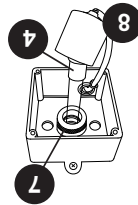
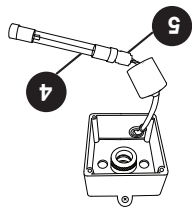
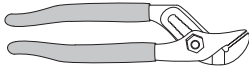
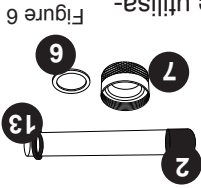

Figure 3
Figure 4
Figure 5
Figure 6
17. Faire glisser la nouvelle lampe UV (4) dans le tube de quartz, Figure 3.
18. Réinstaller la gaine protectrice noire (8) sur l'écran à compression (7).
19. Réinstaller le couvercle (10) et le joint d'étanchéité (9), et visser le tout en place.
3. Enlever la gaine protectrice noire (8) en la faisant glisser le long du câble pour l'éloigner de l'écran à compression (7), Figure 3.
4. Retirer délicatement la lampe UV (4) du tube de quartz.
5. Retirer la douille (5) de la lampe UV (4), Figure 4.
6. Retirez l'écran de compression du joint de quartz (7) en le tournant dans le sens **antihoraire**, Figure 3. Utilisez une paire de pinces multiprises si nécessaire, Figure 5. Vous remarquerez qu'une rondelle de compression en acier inoxydable (6) glisse sur le tube de quartz. Conservez la rondelle (6) pour une utilisation ultérieure, Figure 6. Il existe également un joint d'étanchéité noir (13); saisissez le joint d'étanchéité noir, puis retirez lentement et délicatement le tube de quartz.
7. Vous pouvez maintenant nettoyer ou remplacer le tube de quartz (2). Pour nettoyer le tube (2), suivre les étapes 8 et 9, puis passer à l'étape 10. S'il faut remplacer le tube (2), sauter les étapes 8 et 9, et passer directement à l'étape 10.